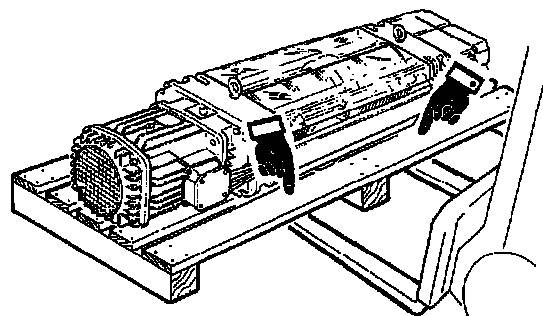

Abb. 15
2. Wenn der E-Zug auf Palette transportiert wird, muss diese mittels Gabelstapler oder Palettenhubwagen bewegt werden, wobei diese je nach Gewicht des zu bewegenden Frachtstücks auszuwählen sind und die Zinken des Gabelstaplers bzw. des Palettenhubwagens an der dafür vorgesehenen Position eingeführt werden müssen (Abb. 15).
2. Wenn die Einheit E-Zug/Katze auf Palette transportiert wird, muss diese mittels Gabelstapler oder Palettenhubwagen bewegt werden, wobei diese je nach Gewicht des zu bewegenden Frachtstücks auszuwählen sind und die Zinken des Gabelstaplers bzw. des Palettenhubwagens an der dafür vorgesehenen Position eingeführt werden müssen. Siehe dazu die Beschreibung aus Punkt (A - 2) - (Abb. 15).
2. Wenn die Einheit Katze/E-Zug auf Palette transportiert wird, muss diese mittels Gabelstapler oder Palettenhubwagen bewegt werden, wobei diese je nach Gewicht des zu bewegenden Frachtstücks auszuwählen sind und die Zinken des Gabelstaplers bzw. des Palettenhubwagens an der dafür vorgesehenen Position eingeführt werden müssen. Siehe dazu die Beschreibung aus Punkt (A - 2) - (Abb. 15).